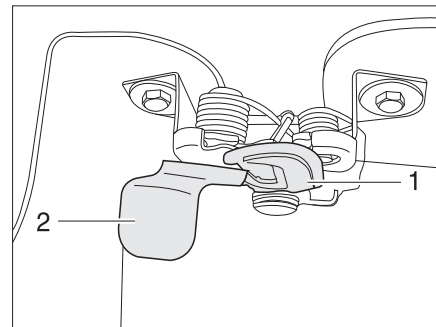

Bild 29 Låsspak motorhuv utsida
- Stick in en hand under motorhuvens och manövrera låshaken (Bild 29,1). Stick för detta in handen bakom plattan (Bild 29,2) och dra plattan framåt.